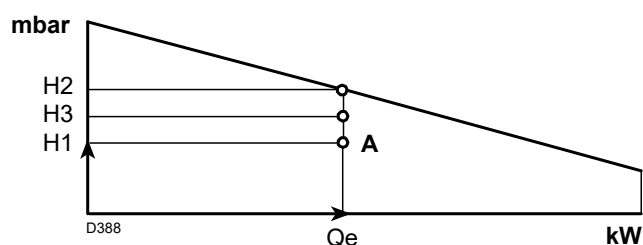

Fig. 36
punto A que debe quedar dentro del campo de trabajo (Fig. 36).
- 4 -Trazar una vertical desde el punto A, Fig. 36, y encontrar la máxima presión H2 del campo de trabajo.
Si H3 es mayor que H1, como en la Fig. 36, el quemador puede erogar el caudal requerido.